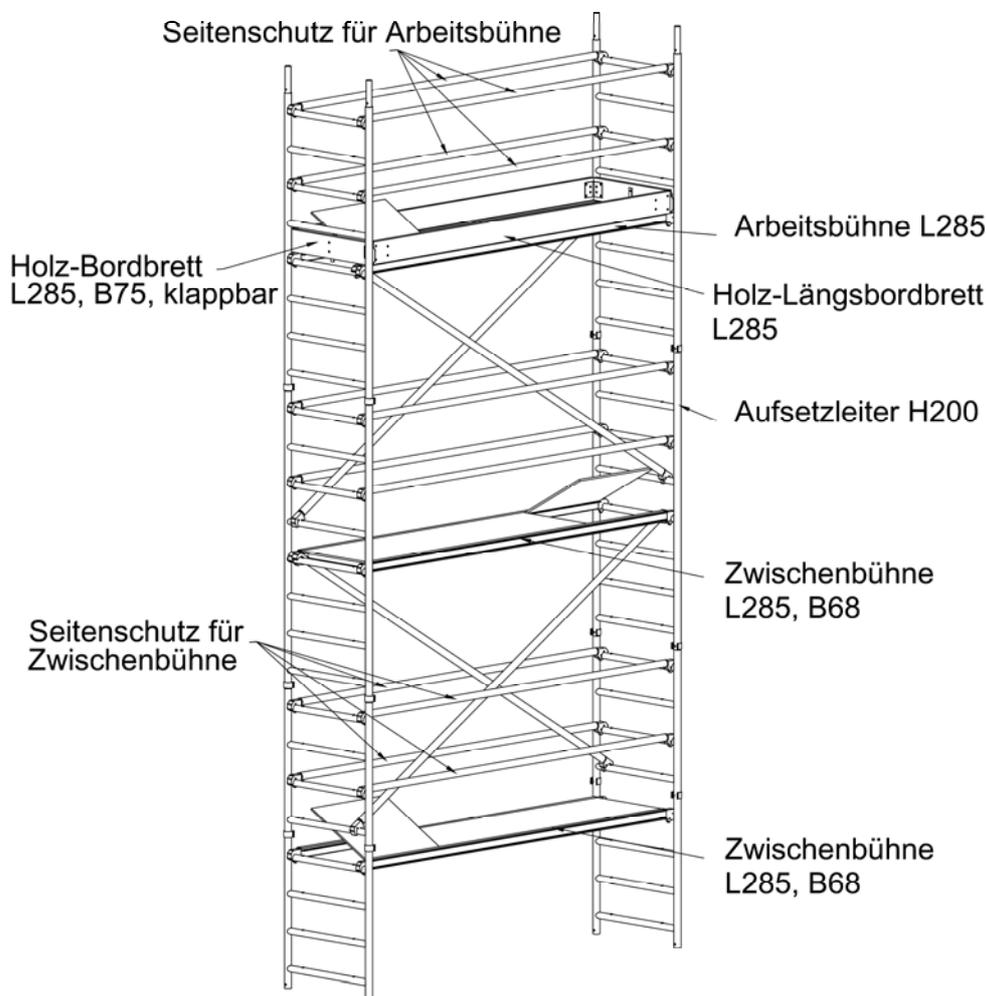

Bild 12: Oberer Gerüstbereich mit Arbeitsbühne
- Oberhalb der Zwischenbühne die nächsten Aufsetzleitern und Vertikaldiagonalen wie bereits zuvor beschrieben und in Bild 12 dargestellt montieren, bis die oberste Zwischenbühne (2 m unterhalb der Arbeitsebene) erreicht wird.